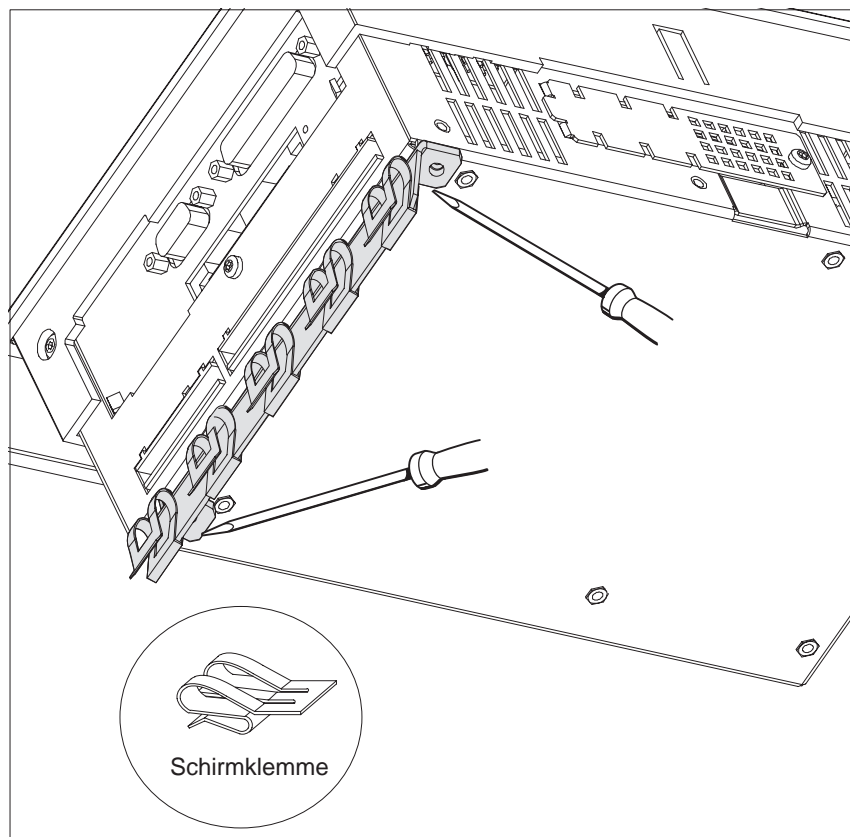

Bild 2-16 C7-633/P mit Erdungsschiene und Schirmklemmen
1. Legen Sie die Erdungsschiene an die im Bild 2-16 gezeigte Position und schrauben Sie diese mit den zwei mitgelieferten Schrauben (M3x5) an.
2. Stecken Sie die Schirmklemmen so auf die Erdungsschiene, wie im Bild 2-16 gezeigt.